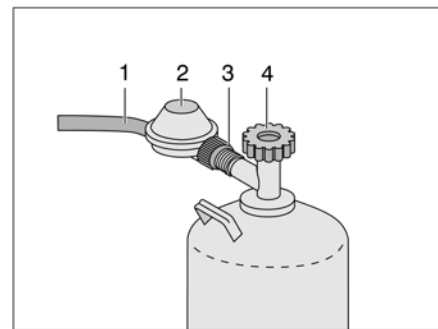

Bild 178 Anschluss Gasflasche
- Haupt-Absperrventil (Bild 178,4) an der Gasflasche schließen. Pfeilrichtung beachten.
- Gasdruckregler (Bild 178,2) festhalten und Rändelmutter (Bild 178,3) öffnen (Linksgewinde).
- Gasdruckregler mit Gasschlauch (Bild 178,1) von der Gasflasche abnehmen.
- Gasdruckregler (Bild 178,2) mit Gasschlauch (Bild 178,1) an die Gasflasche ansetzen und Rändelmutter (Bild 178,3) von Hand fest zudrehen (Linksgewinde).